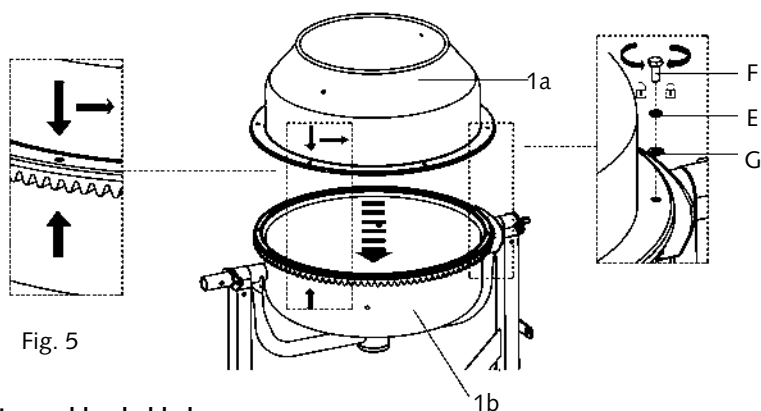

Fig. 5
6. Säkra anslutningen med bultar (F), fjäderbrickor (E) och brickor (D) (Fig. 5).